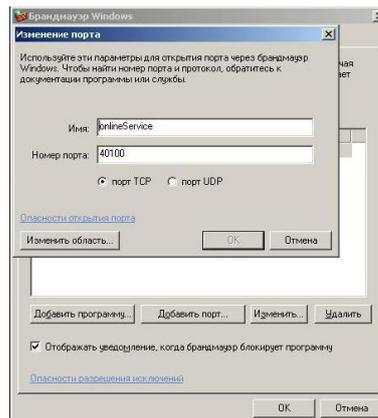

Рисунок 32 — Окно ввода номера порта
3) Нажмите кнопку Добавить порт (см. рисунок 32) и введите выбранный Вами номер порта (любой свободный, например - 40100) и имя (произвольно, например - onlineService). После чего, закройте окно настройки брандмауэра.